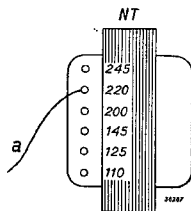

Fig. 3
Hiertoe moet de aansluitdraad „a” van den nettransformator NT aan het met de plaatselijke netspanning corresponderende soldercontact worden vastgesoldeerd, zie fig. 3.
- Fig. 3 Montage van het geraamte.